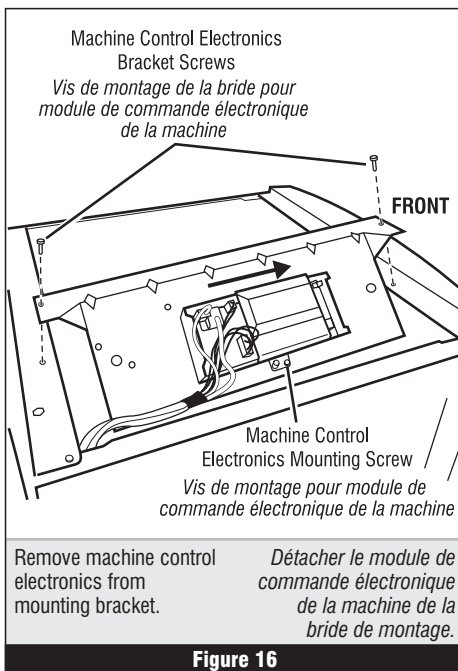

Figure 16
2. Slide the bracket over the top of the drum to access the machine control electronics connectors and mounting screw. See figure 16.
4. Remove the screw holding the machine control electronics assembly to the mounting bracket. See figure 16.
2. Remove the screw that fastens the assembly to the machine control mounting bracket (figure 16), and the two screws that fasten the console assembly to the dryer. See figure 18, page 15.
2. Ôter la vis fixant l'ensemble sur la bride de montage du module de commande de la machine (figure 16) et les deux vis fixant la console sur la sècheuse. Voir figure 18, page 15.
2. Faire glisser la bride par-dessus le sommet du tambour pour accéder aux connecteurs du module de commande électronique de la machine et à la vis de montage. Voir figure 16.
4. Ôter la vis fixant le module de commande électronique de la machine sur la bride de montage. Voir figure 16.